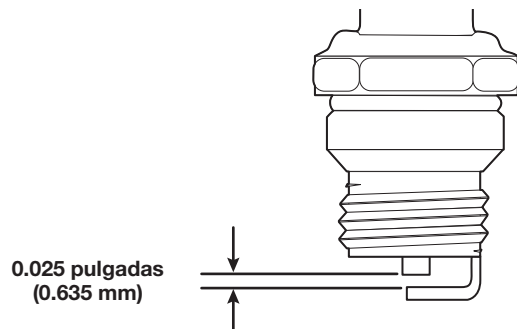

Fig. 26
6. Use un calibre de separación para ajustar una separación de aire de **0.025 pulgadas (0.635 mm)** (Fig. 26).